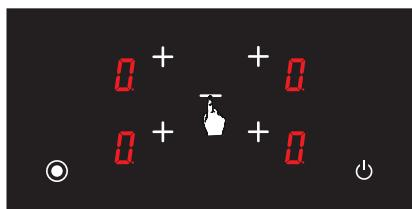

Рис. 27
4. Знову натисніть кнопку **-** (Див. рис. 27). Цю дію необхідно здійснити одразу після другого кроку. Функцію захисту від дітей вимкнено в постійному режимі. Іншими словами, після вимикання та повторного вимикання пристрою функція захисту від дітей залишається вимкненою.